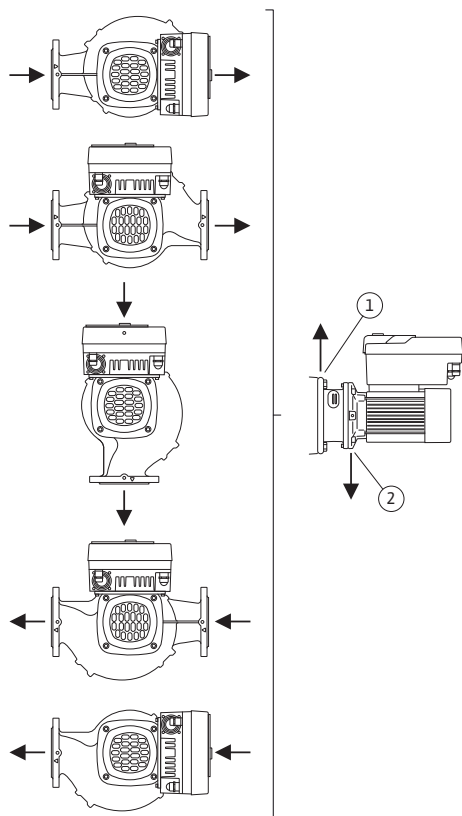

Fig. 21: Dopušteni položaji ugradnje s vodoravnim vratilom
- U slučaju vodoravnog vratila motora potreban je donji položaj provrta za kondenzat (Fig. 21, poz. 2). Ako je potrebno, motor se mora okrenuti.